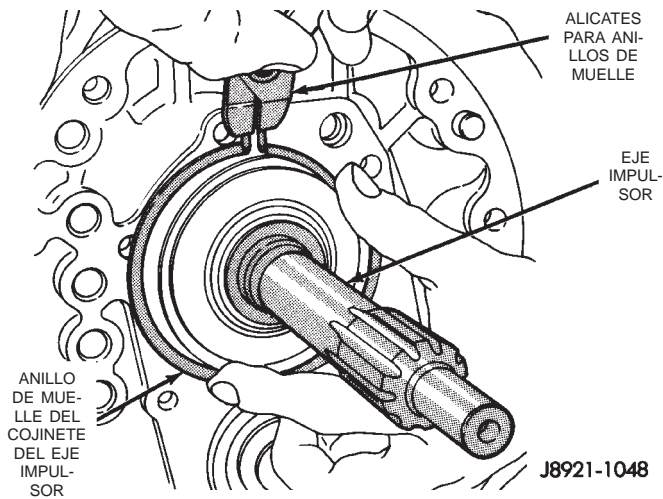

Fig. 32 Desmontaje del anillo de muelle del cojinete del eje impulsor
(21) Retire el anillo de muelle del cojinete del eje impulsor (Fig. 32).